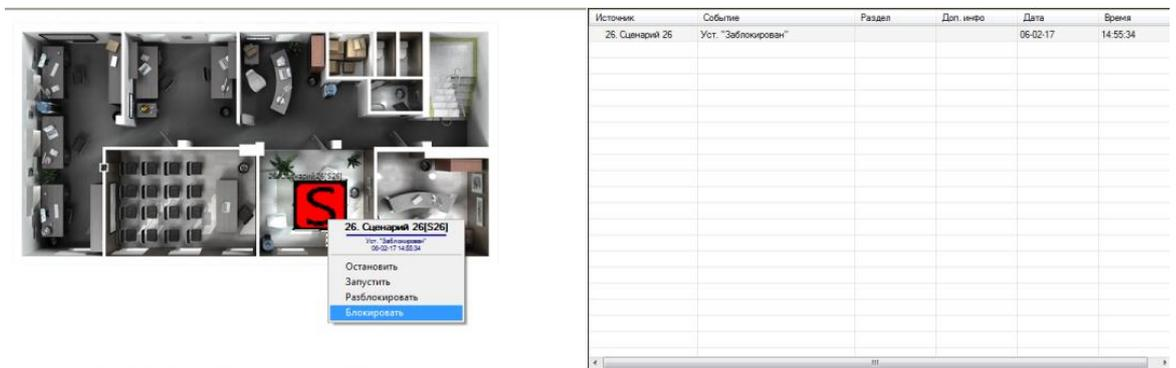

Рисунок 30.7
- в открывшемся окне «Новый объект» выбрать нужный объект из дерева и нажать кнопку «Вставить» (на рисунке 30.6 выбрали сценарий «Включение света»). После перезапуска окна «Настройки системы» выбранный объект (зона, устройство или сценарий) появится на плане в окне «Редактор карт». При нажатии на нем правой кнопкой мыши открывается контекстное меню с доступными командами управления. При выборе команды управления объект на плане приобретает цветовую индикацию в соответствии с измененным состоянием, а в журнале событий регистрируется произошедшее событие (рисунок 30.7).